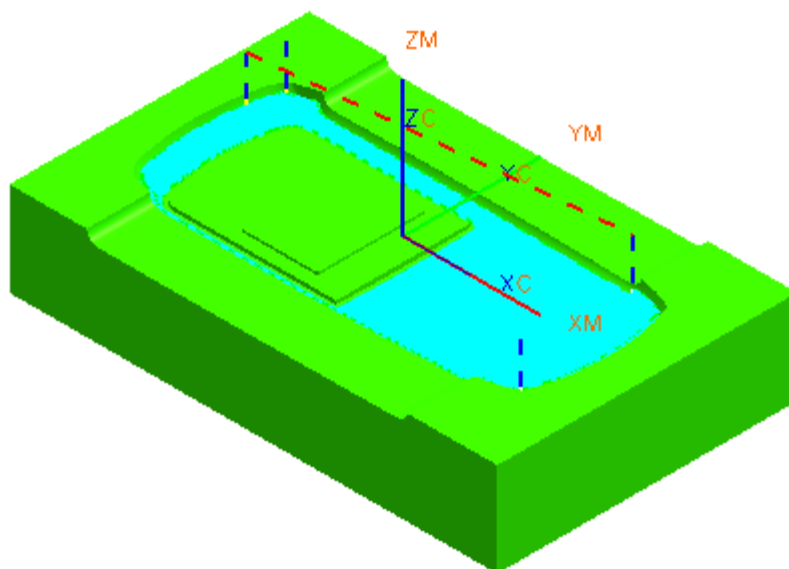

图 9-217
- 单击 ，生成如图 9-217 所示的刀轨，单击 O K。